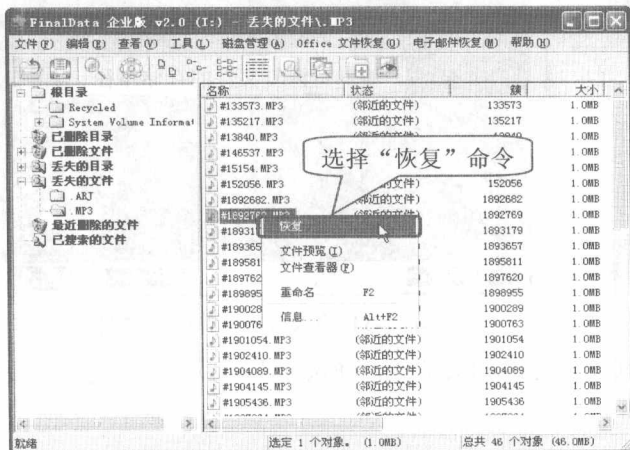

图 11-29 选择“恢复”选项
步骤⑤ 扫描完成后，在右侧窗口中显示可恢复文件，选择需要恢复的文件，单击鼠标右键，在弹出的快捷菜单中选择“恢复”选项，如图 11-29 所示。